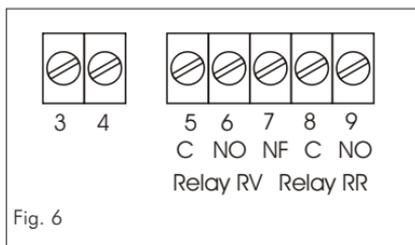

Fig. 6
**2** - Brancher les contacts de sortie des relais sur les bornes correspondantes (fig. 6):
- borne 5 = C relay Vert (RV)
- borne 6 = NO relay Vert (RV)
- borne 7 = NF relay Rouge (RR)
- borne 8 = C relay Rouge (RR)
- borne 9 = NO relay Rouge (RR)